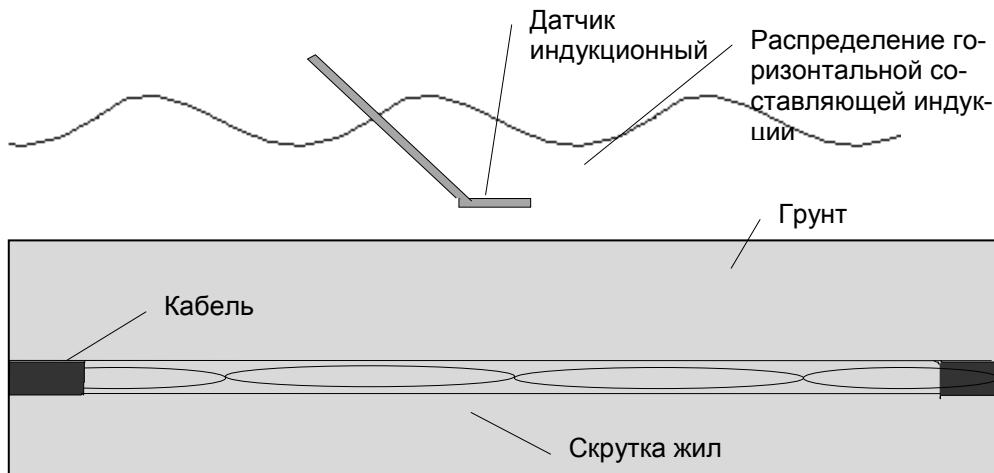

Рисунок 8. Распределение поля вдоль кабеля при подключении генератора к двум жилам, замкнутым между собой (межфазное замыкание).
6.4.1 При замыкании в кабеле между жилами или между жилами и оболочкой (что бывает чаще) генератор подключают между замкнутыми жилами (режим "петли"). При этом изменяется распределение поля вокруг кабеля: вследствие повива жил (скрутки) с шагом 0,5 - 2 м (в зависимости от конструкции кабеля) распределение продольной или перпендикулярной к трассе кабеля составляющей индукции имеет вид чередующихся максимумов и минимумов с указанным шагом по длине кабеля (рисунок 8).
Поиск повреждения проводится следующим образом. Оператор выходит на трассу, держа индукционный датчик так, как показано на рис. 8 (датчик можно держать и вертикально). При обследовании трассы в телефонах будет слышаться звук, изменяющийся по громкости с шагом скрутки. За повреждением (0,5-2 м) звук исчезает.